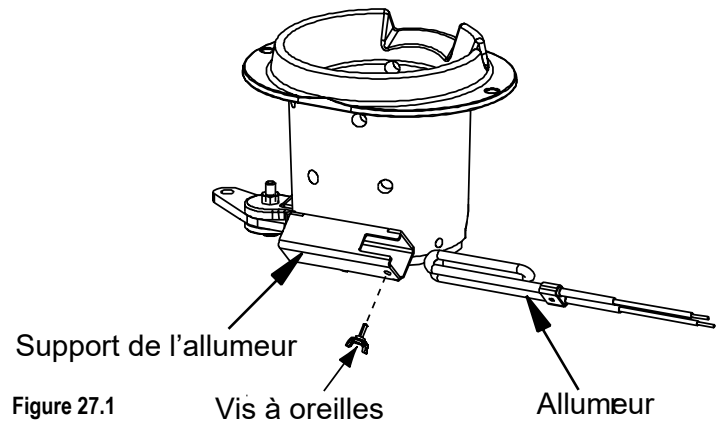

Figure 27.1
2. Les fils de l'allumeur sont connectés au faisceau de câbles au moyen de cosses rectangulaires mâles/femelles de 6 mm (1/4 po). Ces fils tireront vers l'avant d'environ 102 à 127 mm (4 po à 5 po). Déconnectez les cosses rectangulaires et sortez l'allumeur du logement. Desserrez la vis à oreilles et sortez l'allumeur (**Figure 27.1**).